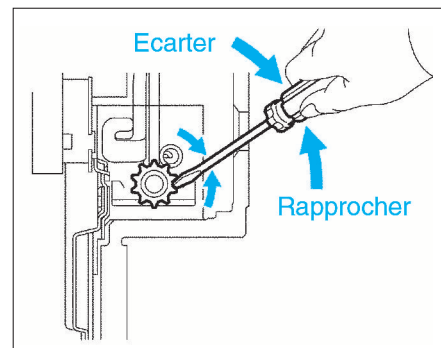

FIG. 14
- reposer le disque et ajuster le jeu des segments : faire tourner le dispositif de réglage jusqu'au verrouillage du disque, le tourner ensuite dans le sens contraire jusqu'à ce que le disque tourne librement (fig. 14).